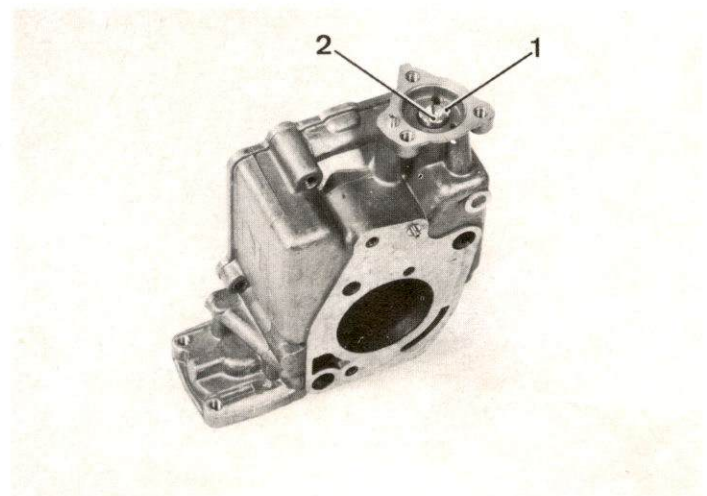

Abb. 26
- Dichtheit des Anreicherungsventils wie folgt überprüfen: Vergasergehäuse senkrecht auflegen, (Abb. 26); einige Flüssigkeitstropfen auf die Ventilkugel geben; unter diesen Bedingungen darf die Flüssigkeit nicht unter die Kugel fließen. Dieser Vorgang ist nach leichtem, mehrmaligen Zurückdrücken der Kugel zu wiederholen.